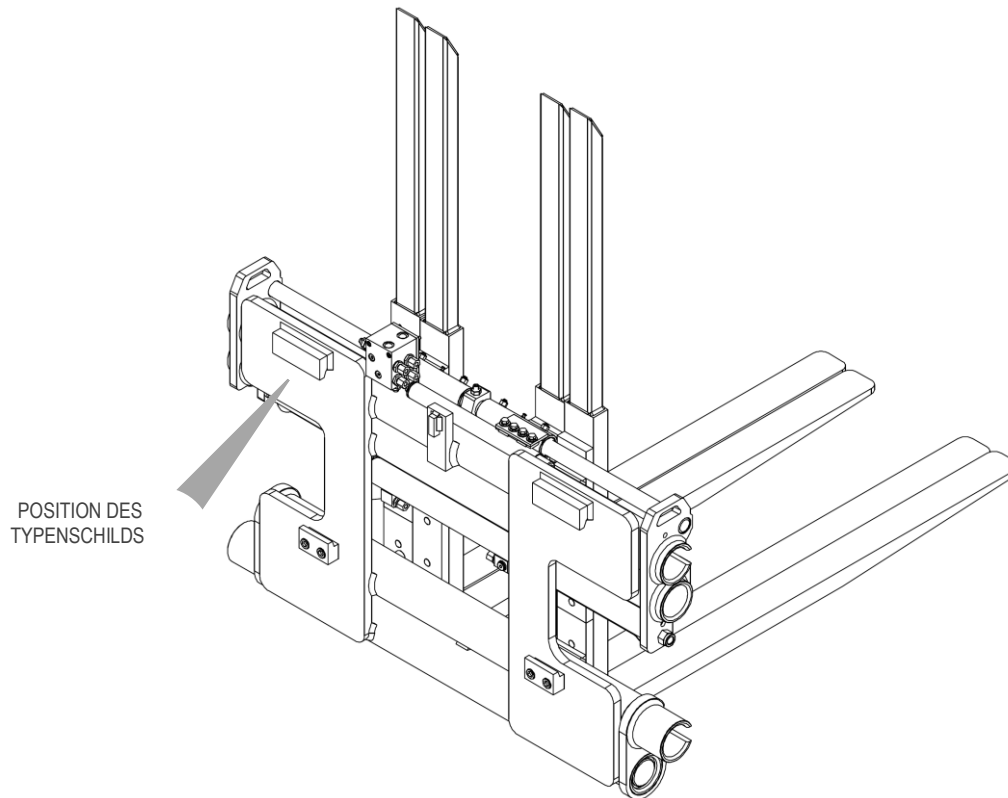

Abbildung 1
Alle Geräte A.T.I.B. – DOPPELTER GABELZINKENPOSITIONIERER TYP 917 DREIFACHER GABELZINKENPOSITIONIERER TYP 918 werden über das aufgeklebte Typenschild (siehe *Tabelle 1*) am Gerät (siehe *Abbildung 1*; für alle Typologien ist die Position des Typenschilds dieselbe, die in der *Abbildung 1* zu sehen ist) identifiziert, achten Sie immer auf die Seriennummer.
8. Für die Handhabung müssen ausreichend starke Gurte oder Ketten für das Gewicht des Geräts, das auf dem Typenschild angegeben ist, verwendet werden (siehe *Abbildung 1* e *Tabelle 1* auf Seite 7).
13. Schließen Sie den Hydraulikkreislauf an und versichern Sie sich, dass der Betriebsdruck der Leitungen höher oder gleich dem auf dem Typenschild angegebene ist (siehe *Abbildung 1* und die *Tabelle 1* auf Seite 7).